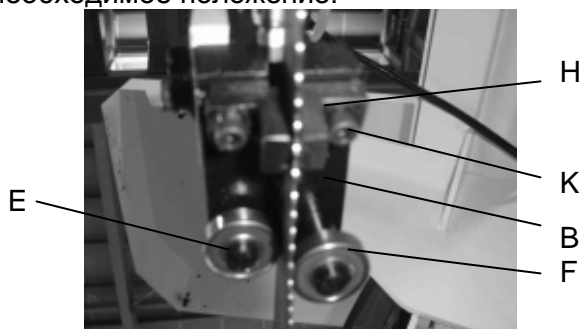

Рис.9
3. Твердосплавные направляющие пластины (Н), Рис.9 должны быть отрегулированы таким образом, чтобы слегка касаться ленточного полотна. Для регулировки необходимо ослабить винт (К).
4. Подшипники, твердосплавные направляющие и нажимной подшипник в подшипниковом узле, Рис.9 и 10, должны быть отрегулированы относительно друг-друга.